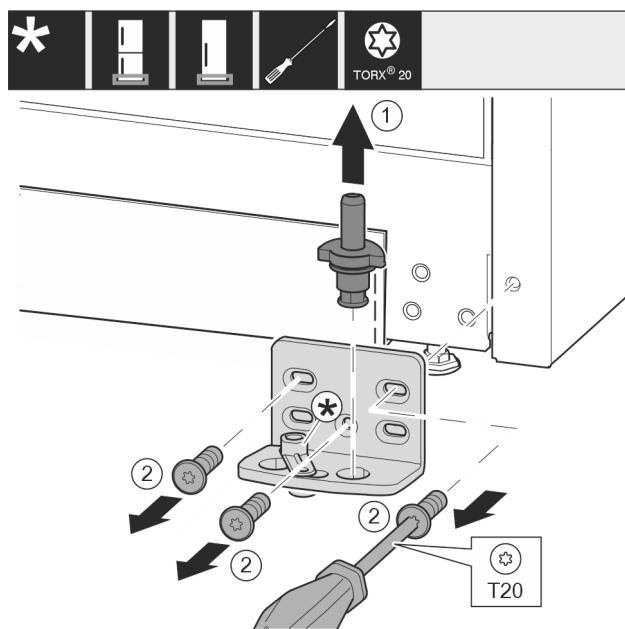

Fig. 22
- Опорний гвинт цілком витягніть рухом вгору. Fig. 22 (1)
- Викрутіть гвинти за допомогою викрутки T20 та зніміть опорний кронштейн. Fig. 22 (2)